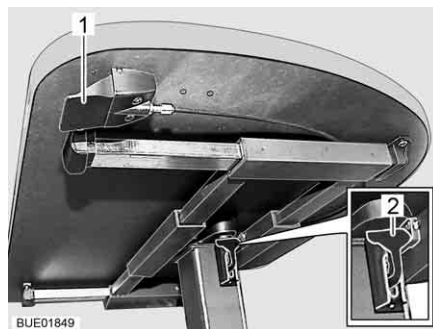

Fig. 113 Regolazione del tavolo rialzabile
- Tirare verso il basso la leva di serraggio (Fig. 113,2).
- Spingere verso l'alto la leva (Fig. 113,1) sotto il piano del tavolo. Il meccanismo di sollevamento nel piede del tavolo viene sbloccato.
- Spingere verso l'alto la leva (Fig. 113,1) sotto il piano del tavolo. Il piano del tavolo va automaticamente verso l'alto fino al fine corsa.